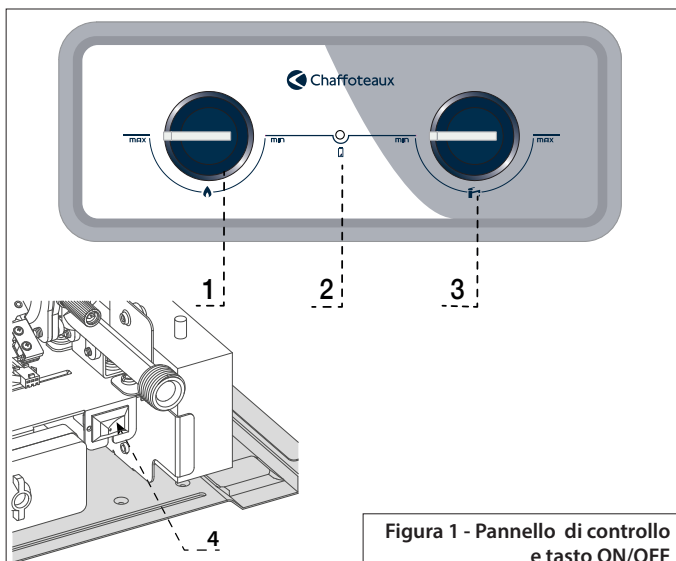

Figura 1 - Pannello di controllo e tasto ON/OFF
- Accendere: premere il pulsante ON/OFF (vedi Figura 1 – Pannello di controllo e tasto ON/OFF: 4)
- Spegnerlo: premi il pulsante ON/OFF (vedi Figura 1 – Pannello di controllo e tasto ON/OFF: 4)
La manopola di regolazione della potenza (vedi Figura 1 – Pannello di controllo e pulsante On/Off n.: 1) regola la potenza massima del bruciatore. Ruotando in senso orario si aumenta la potenza massima, ruotando in senso antiorario si diminuisce la potenza massima dell'apparecchio.
La manopola di regolazione della portata e della temperatura (vedi Figura 1 – Pannello di controllo e tasto On/Off n.: 3) regola la portata massima dell'acqua al bruciatore. Ruotandola in senso orario si riduce la portata massima d'acqua, ruotandola in senso antiorario si aumenta la portata massima d'acqua nell'apparecchio.